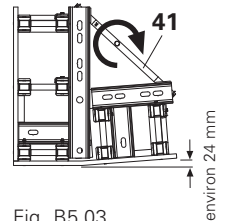

Fig. B5.03
Dévisser le vérin (41). Il en résulte un jeu de décoffrage d'environ 24 mm. (Fig. B5.03)